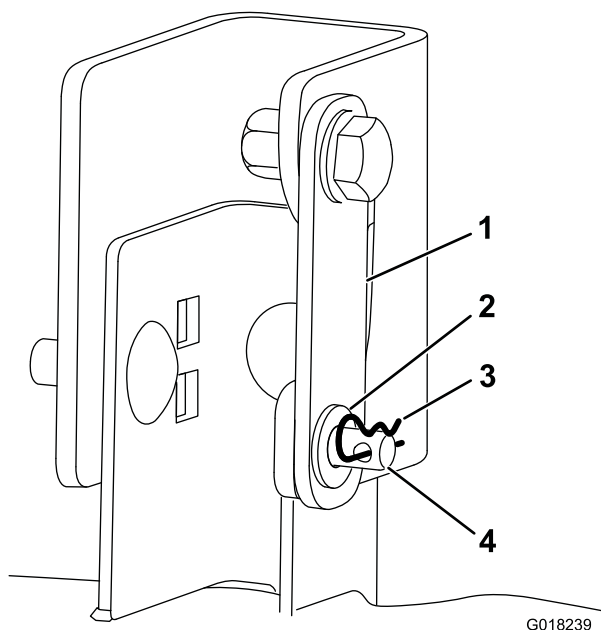

Figur 5
6. Monter et støttebeslag til skjoldet på hvert hængebeslag med en ansatsbolt og en låsemøtrik (Figur 5).
Bemærk: Monter ansatsbolten gennem det øverste hul på hvert hængebeslag (Figur 5).
7. Når du har hængt hængebeslagene på den bageste løftestang, skal du montere den åbne ende på hvert støttebeslag på hængebeslaget med en gaffelbolt, en flad skive og en låseclips (Figur 5 og Figur 6).